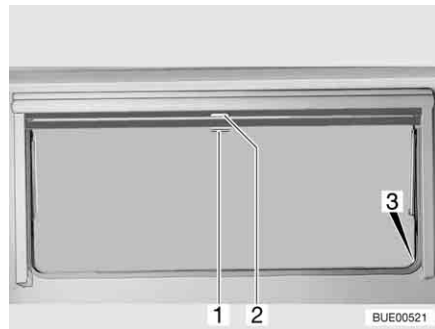

Bild 59 Överkantshängda fönster
- Drag ned mörkläggningsrullgardinen med handtaget (Bild 59,2). När mörkläggningsrullgardinen dras ned helt fäster man det man i spärrarna (Bild 59,3) på båda sidorna på fönsterkarmen.
- När mörkläggningsrullgardinen är helt neddragen: Tryck ned handtaget (Bild 59,2) och drag det något inåt. Nu kan man ta loss mörkläggningsrullgardinen ur spärrarna på båda sidorna av fönsterkarmen.
- När mörkläggningsrullgardinen inte är helt neddragen: Drag handtaget (Bild 59,2) lätt nedåt tills spärren släpper.
- Drag ner insektsnätet med handtaget (Bild 59,1) och fäst det i spärrarna (Bild 59,3) på båda sidorna av fönsterkarmen.
- Tryck ned handtaget (Bild 59,1) och drag det något inåt. Lossa insektsnätet ur spärrarna på båda sidorna av fönsterkarmen.